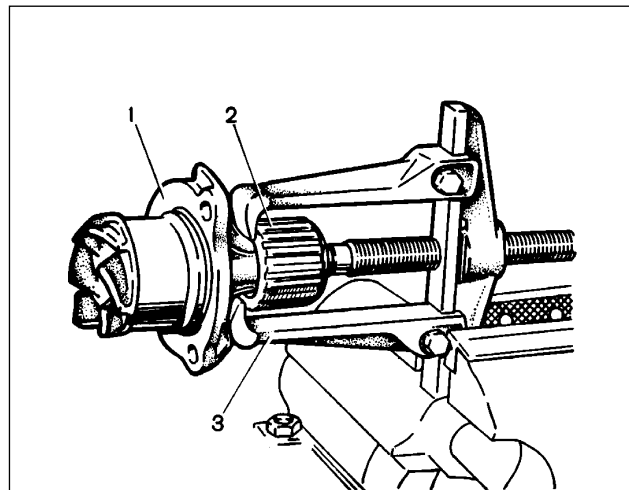

Abb. 2-76. Abziehen des Wasserpumpenzahnrades:
- mit Abziehvorrichtung 3 (Abb. 2-76), gespannt im Schraubstock, das Zahnrad 2 abpressen;